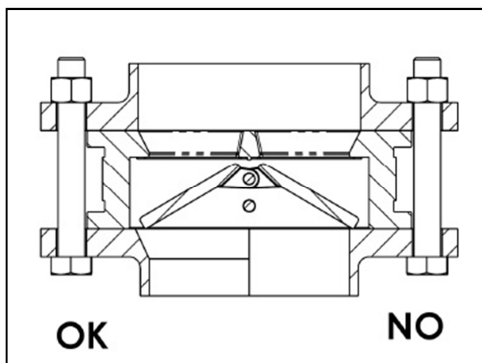

Рисунок 1
- Необходимо выбрать соответствующие фланцы для обеспечения надлежащей работы клапана и правильного открытия и закрытия дисков (пластин) Рис. 1.